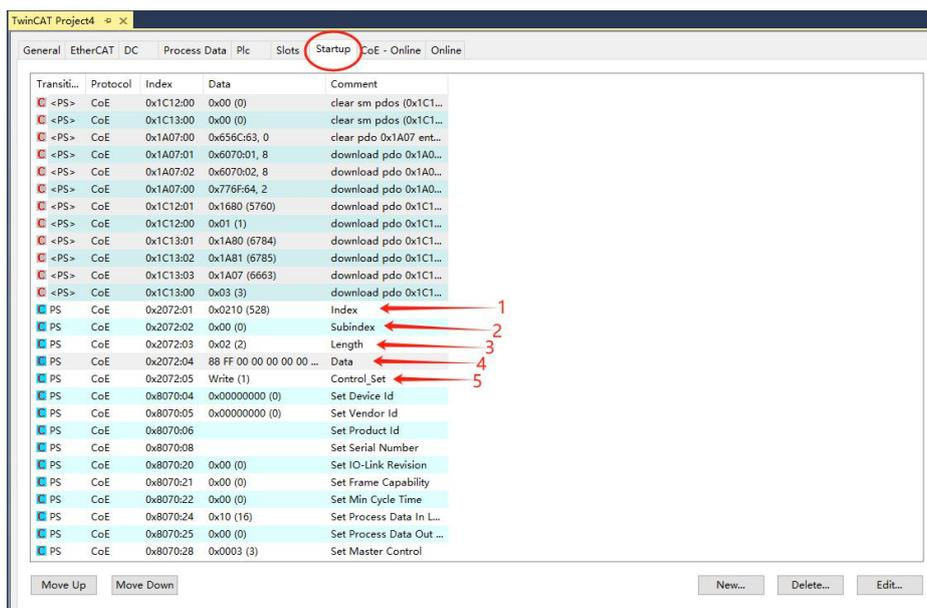

图 3
3、如图 3 所示,如配置从站的 8 个端口都为输出模式的设定: Index=0x0210, Subindex=0, Length = 2, Data = 88 FF, Control_Set=Write(1).配置表如下: